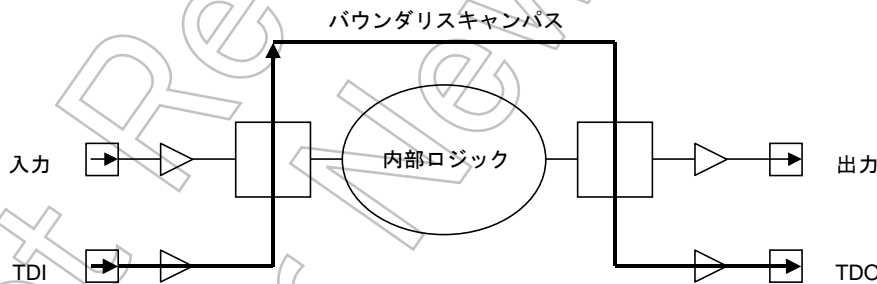

図 21.10 PRELOAD が選択されているときのテストデータの流れ
- PRELOAD は他の命令を選択するまえに、バウンダリスキャンレジスタを初期化するのに使います。例えば、前に述べたように EXTEST 命令を選択するまえに PRELOAD を用いてバウンダリスキャンレジスタを初期化します。PRELOAD はシステムロジックの通常動作に影響を与えずに、バウンダリスキャンレジスタにデータをシフトします。図 21.10 に SAMPLE/PRELOAD 命令の PRELOAD を実行しているあいだのデータの流れを示します。